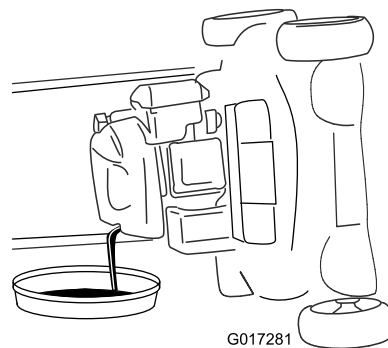

**Figura 30**
3. Retire la varilla girando el tapón en el sentido contrario a las agujas del reloj y tirando del mismo (Figura 30).
10. Observe en la varilla el nivel de aceite (Figura 30).